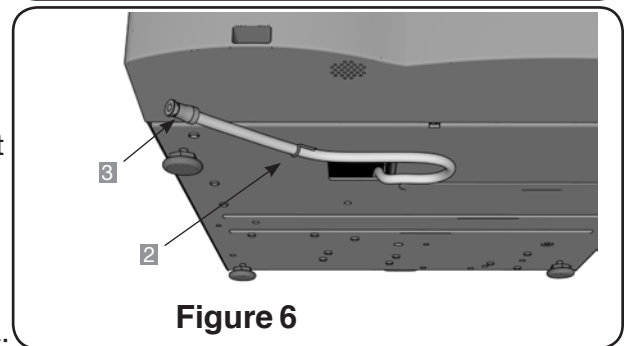

Figure 6
2. À l'aide du tube d'évacuation (voir section Amorçage de la pompe, figure 6), vider le contenu du réservoir dans le contenant.